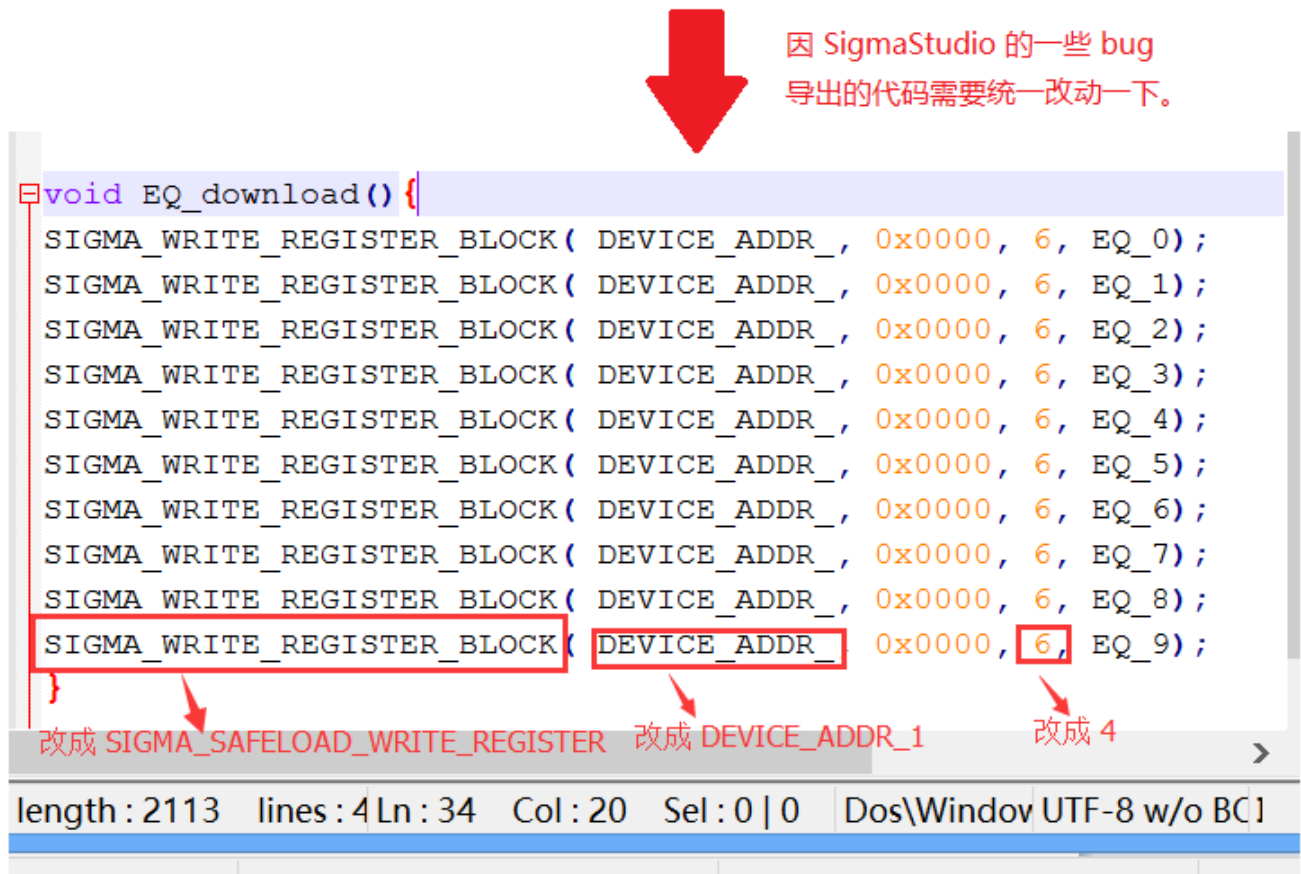

图 24 Safeload write 导出动作
4、Safeload Write 控制方式用 SIGMA_SAFELOAD_WRITE_REGISTER()函数实现，其导出动作方式与 Block Write 方式类似，如图 24 所示：